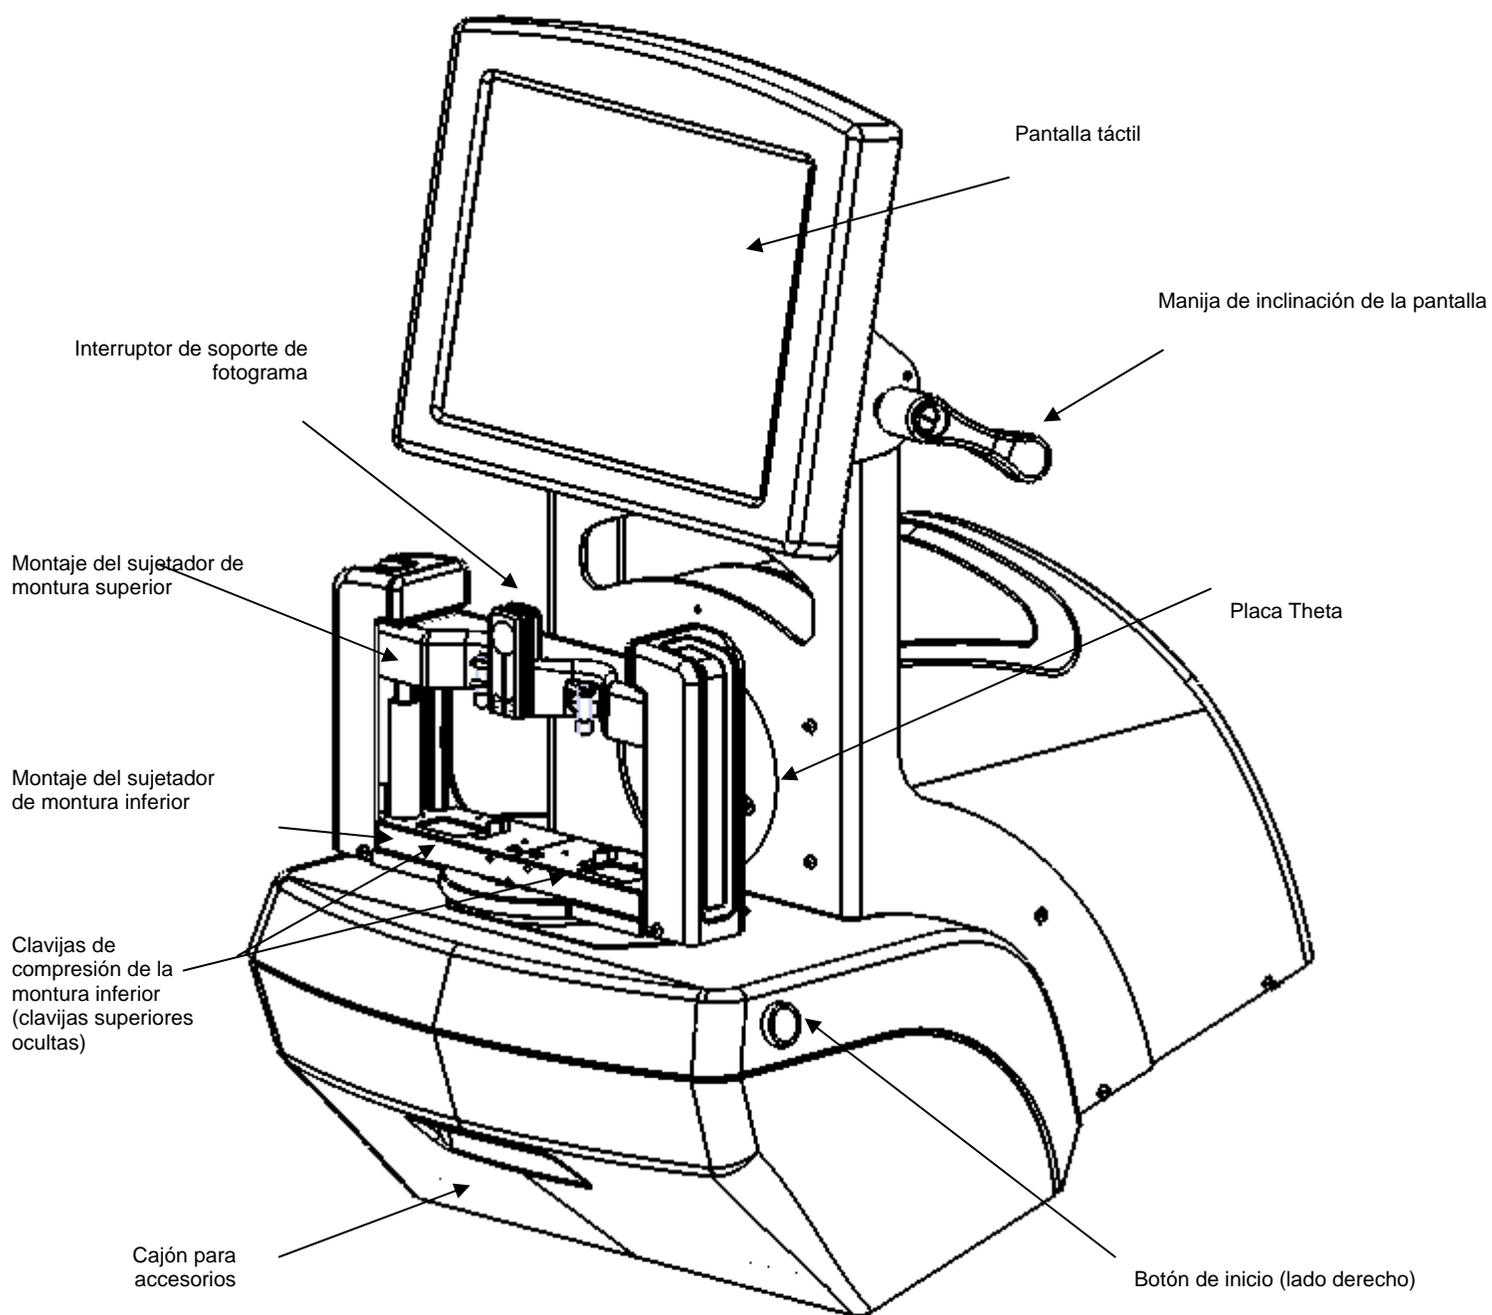
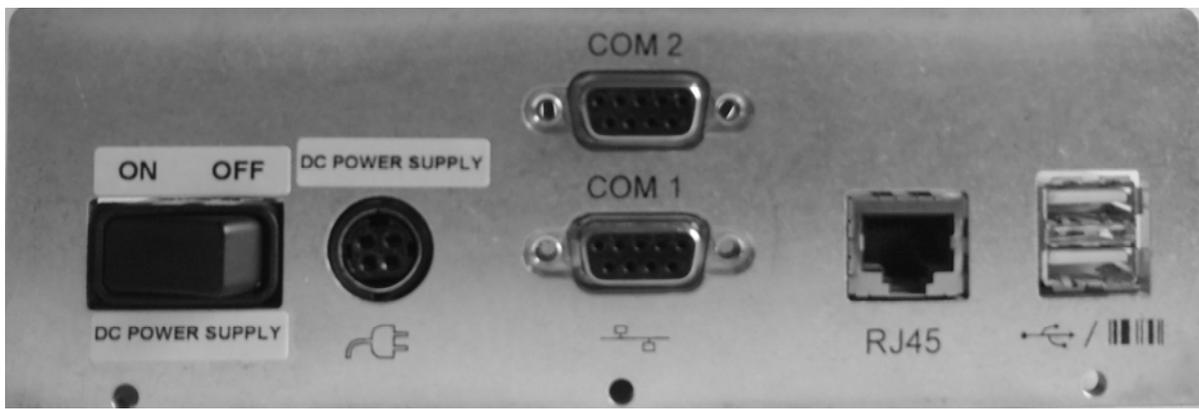
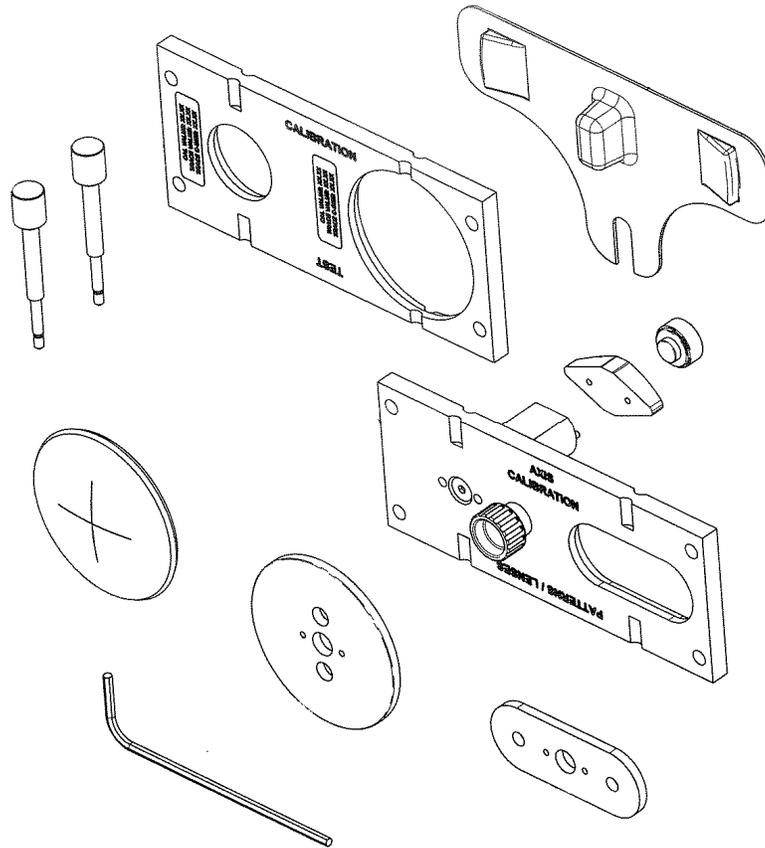

Figura 1.1: Usuario elementos - vista frontal
Figura 1.2: Mamparo del conector trasero
Figura 1.3: Accesorios
Aun antes de desembalar el trazador y de instalarlo, observe las 3 ilustraciones en las siguientes páginas, para conocer el nombre de los componentes a los que tiene acceso el usuario y las funciones del equipo. La Figura 1.1 muestra los elementos visibles desde el frente de la unidad. La Figura 1.2 permite ver la placa de conector ubicada en el mamparo trasero de la unidad. Por último, la Figura 1.3 presenta los accesorios que se incluyen con el trazador. Utilizaremos los nombres que se muestran en las figuras mencionadas, a lo largo de toda la guía.
4. Enchufe el módulo de la fuente de alimentación en el toma ubicado en el mamparo del conector trasera que se muestra en la Figura 1.2. La parte plana del conector debe apuntar hacia arriba.
Este capítulo describe cómo montar marcos, plantillas y lentes para su trazado. Refiérase a la Figura 1.1 y observe las ubicaciones de los montajes de los sujetadores de montura superior e inferior, la pieza nasal, las muescas tipo “V” superior e inferior y el botón de liberación del sujetador de monturas. Refiérase a la Figura 1.3 para conocer los accesorios. En algunas de las siguientes imágenes, se han eliminado partes del trazador para mejorar la visibilidad de los componentes.